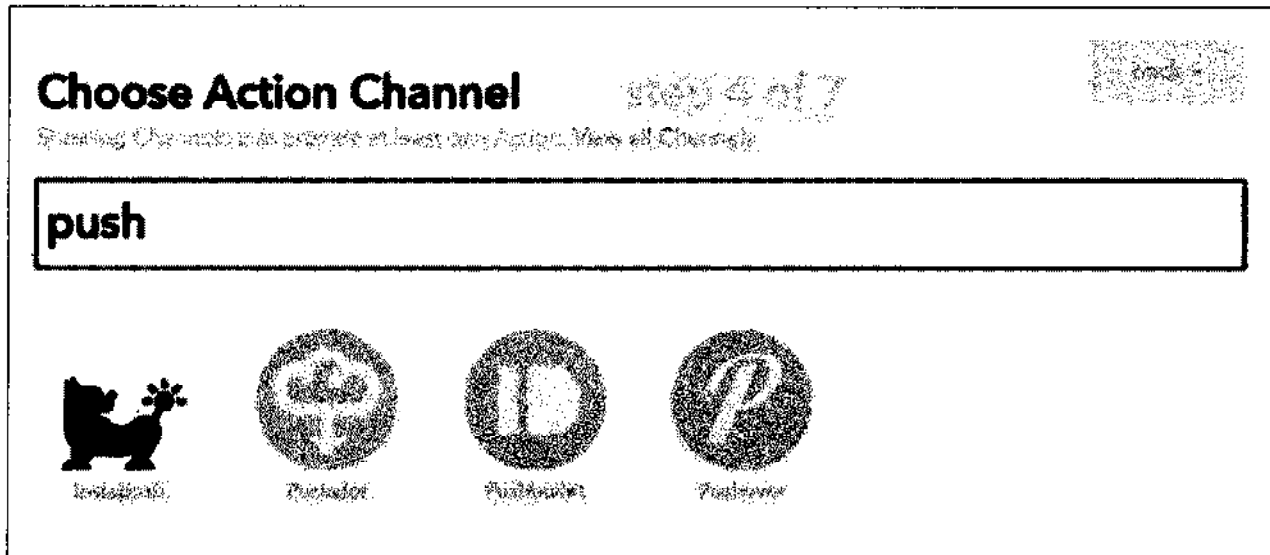

Рис. 8.10. Канал Pushover в качестве исполнителя действия
4. Исполнителем заданного действия будет канал **Pushover**, которым мы здесь воспользуемся, чтобы получать уведомления через IFTTT (рис. 8.10).